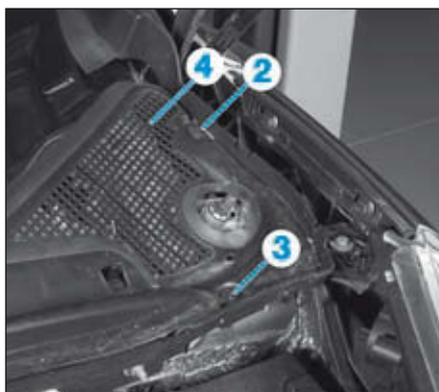

FIG.61
- l'agrafe (2) (Fig.61),
- la vis (3),
- le protecteur (4),